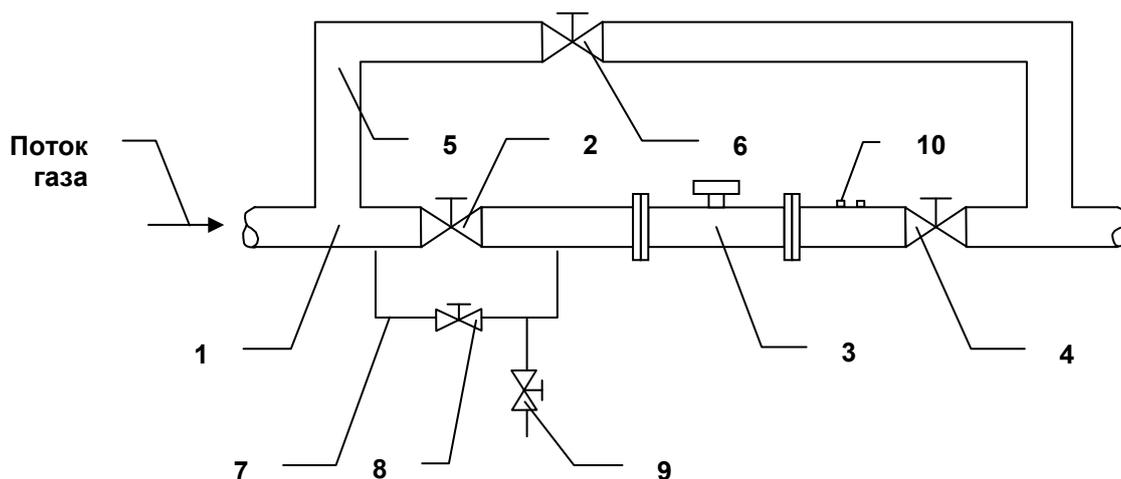

Рис. 5. Установка счетчика с перепускным каналом
3.13.5. Для трубопроводов с давлением свыше 16 атм схема установки счетчика приведена на рис. 5. Перепускной канал 7 позволяет избегать резких перепадов давления на счетчике при открытии вентилей трубопровода. Диаметр канала должен быть от 20 до 25 мм. Вентили 8 и 9 позволяют плавно повышать давление при пуске счетчика.
6.5. Пуск счетчика с перепускным каналом (см. рис. 5)